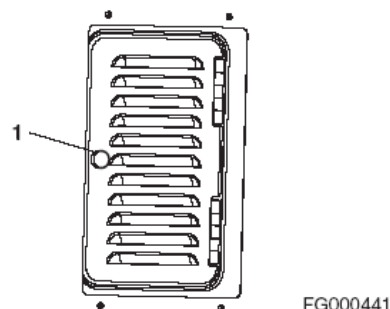

Рис. 53
2. Открыть крышку, повернуть ручку (1, рис. 53), расположенную сзади в кабине.